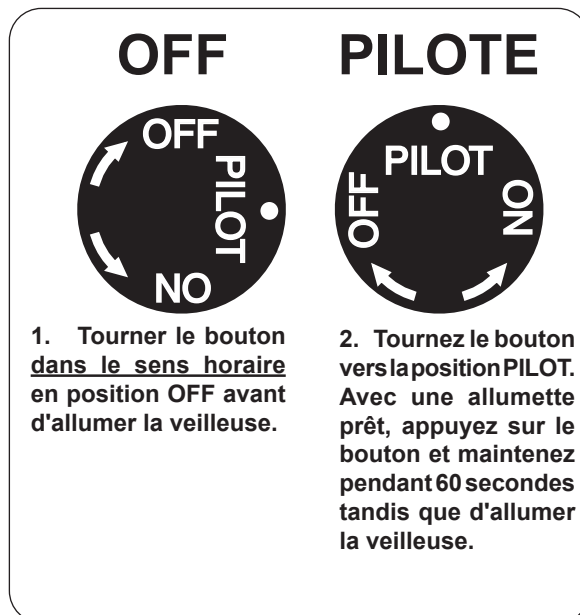

Fig. 38-1 Détail bouton de commande (OFF, PILOTE)
1. Localiser la vanne sur le côté gauche de l'appareil. Appuyer sur le bouton de contrôle du gaz et tourner dans le sens horaire en position **OFF** (Fig. 38-1).
**Attendez cinq (5) minutes pour n'importe quel gaz dans l'unité de se dissiper. S'IL YA UNE ODEUR DE GAZ, voir l'étape B CI-DESSUS.** Si vous ne sentez pas de gaz, passez à l'étape 2.
2. Tournez le bouton de réglage dans le sens antihoraire pour **PILOTE** (Fig. 38-1). Appuyez sur le bouton de commande **fermement et pleinement** enfoncée. Tenez une longue allumette ou un briquet près du thermocouple pour allumer la veilleuse. Continuez à tenir le bouton de commande pendant environ 60 secondes après que le pilote est allumé, puis relâchez le bouton. Le pilote reste allumé.